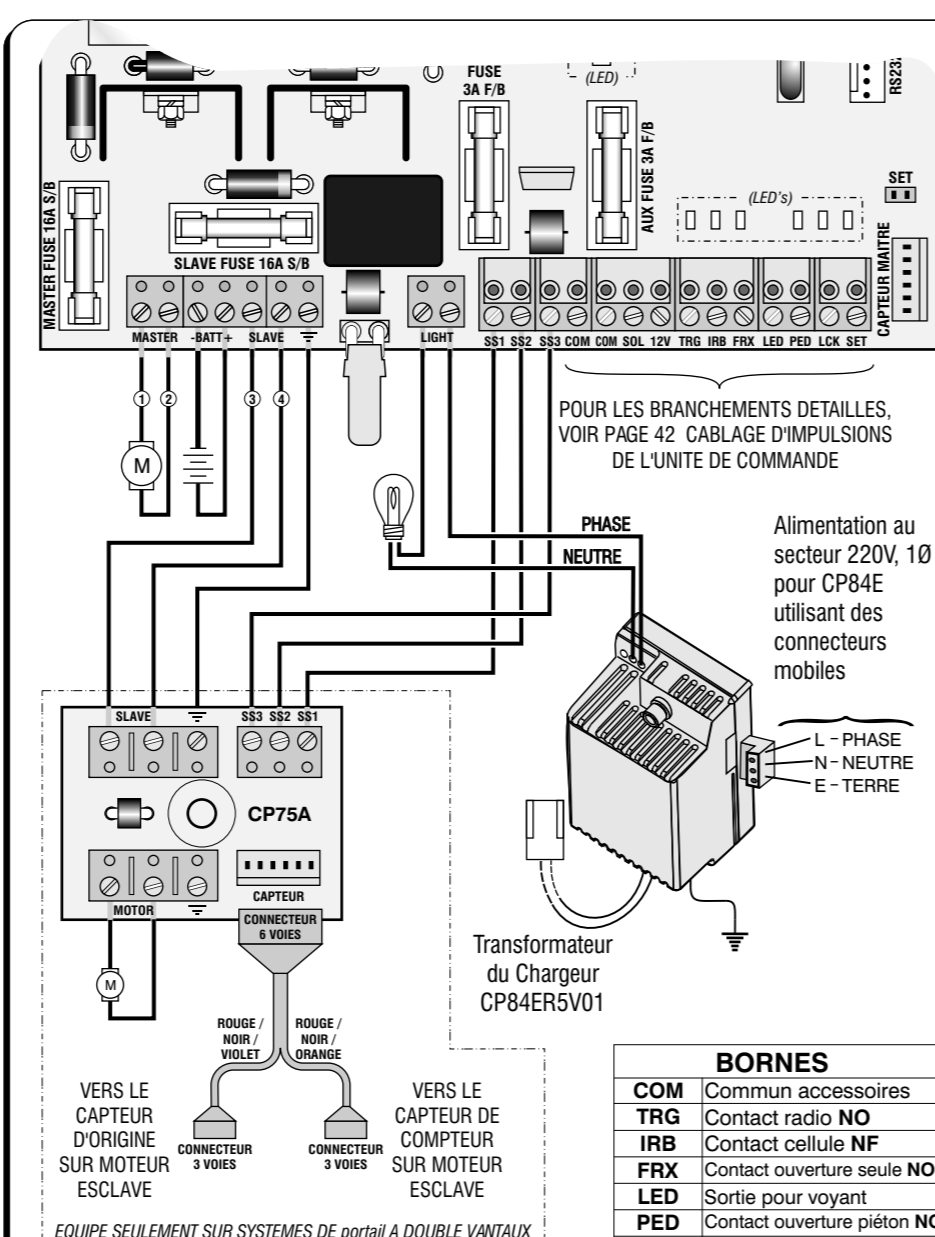

Figure 11 Branchements de l'Unité de Commande
- Raccordez tous les câbles selon spécifications à la carte de distribution et au chargeur de batterie (Voir Fig 11 & 12) (G/ Page 41 & 42)